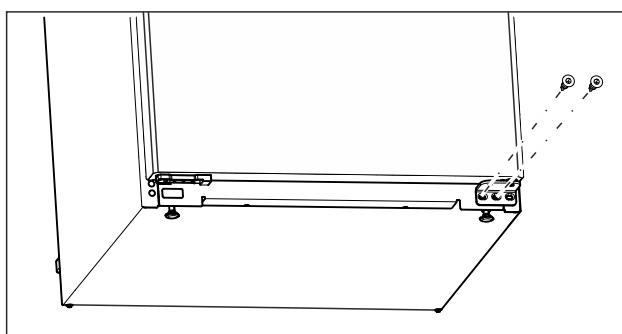

Fig. 12
- Отвийте централните винтове на долната лагерна стойка с отвертка Torx 20. (виж Fig. 12)
- Отвийте вътрешните винтове на долната лагерна стойка с отвертка Torx 20. (виж Fig. 12)